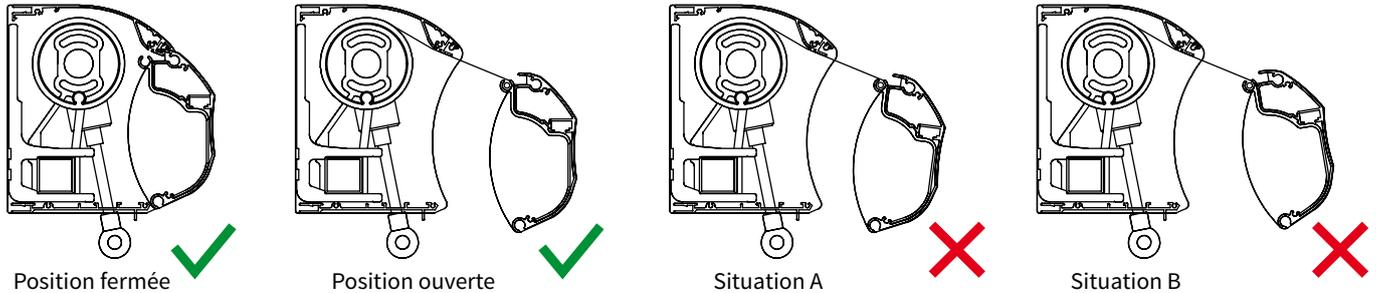

fig. 6.1 Position de la latte frontale
La position correcte est atteinte dès que la latte frontale et les coiffes supérieure et inférieure se joignent parfaitement lorsque la banne solaire est fermée. Voir figure 6.1.
3. Dans la situation A, desserrez d'abord légèrement le boulon à six pans creux supérieur, puis serrez légèrement le boulon à six pans creux inférieur. Dans la situation B, desserrez d'abord légèrement le boulon à six pans creux inférieur, puis serrez légèrement le boulon à six pans creux supérieur. Voir figures 6.1 et 6.3.
Pour installer le lambrequin, procédez comme indiqué ci-dessous. Voir figure 6.1.